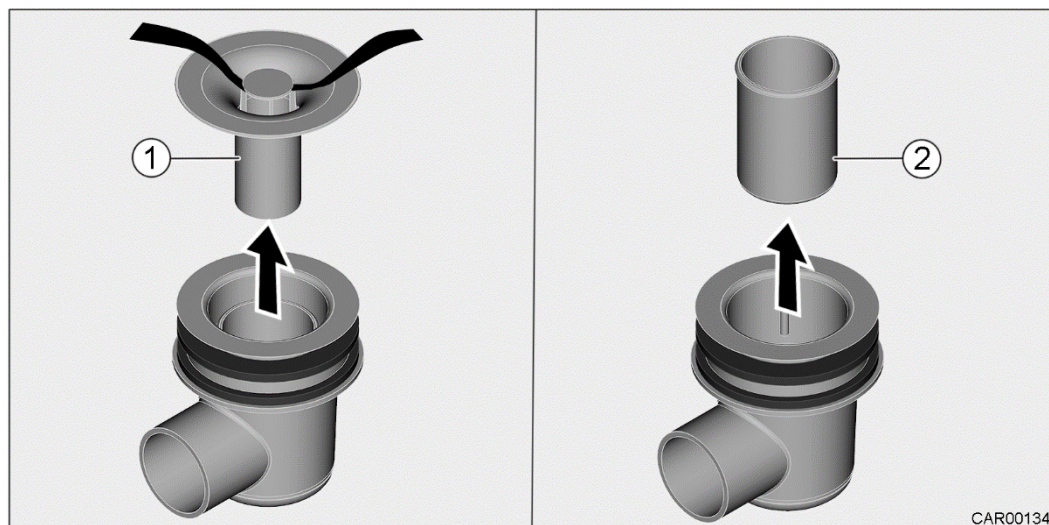

Fig. 162 Siphon (siphon, douche), variante avec parement chromé
1. Enfiler un bout de ficelle à travers le capuchon (Fig. 162/1), tirer prudemment le capuchon vers le haut et l'enlever.
2. Tirer le gobelet (Fig. 162/2) vers le haut et l'enlever.